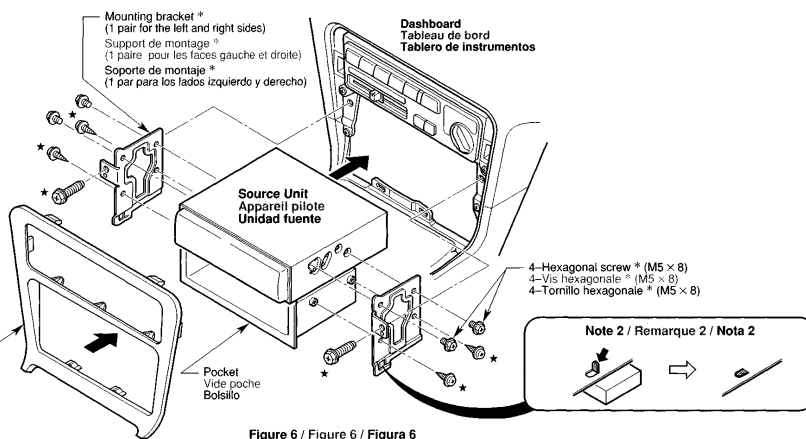

Figure 6 / Figure 6 / Figura 6
This unit is designed for fixed installation in the dashboard. The vehicle is equipped with a factory-installed radio, install the source unit with the parts and screws marked (*) (Figure 6) the vehicle is not equipped with a factory-installed radio, obtain an installation kit to install the source unit in the following procedure
Secure the mounting brackets to the chassis as shown in Figure 6. Holes are pre-tapped for TOYOTA and NISSAN vehicles; modification, such as drilling new holes, of the mounting brackets may be required for other models
Cet appareil est conçu pour une installation fixe dans le tableau de bord. Si le véhicule est équipé d'un auto-radio installé à l'usine, installer l'appareil pilote avec les pièces et les écrous marquées de (*) (Figure 6). Si le véhicule n'est pas équipé d'un auto-radio installé à l'usine se procurer un kit d'installation pour installer l'appareil pilote avec la procédure suivante
- 1 Fixer le support de montage sur le châssis comme montré sur la Figure 6. Les trous sont pré-découpés pour les véhicules TOYOTA et NISSAN; des modifications du support de montage, comme le perçage de nouveaux trous, peuvent être nécessaires pour les autres modèles